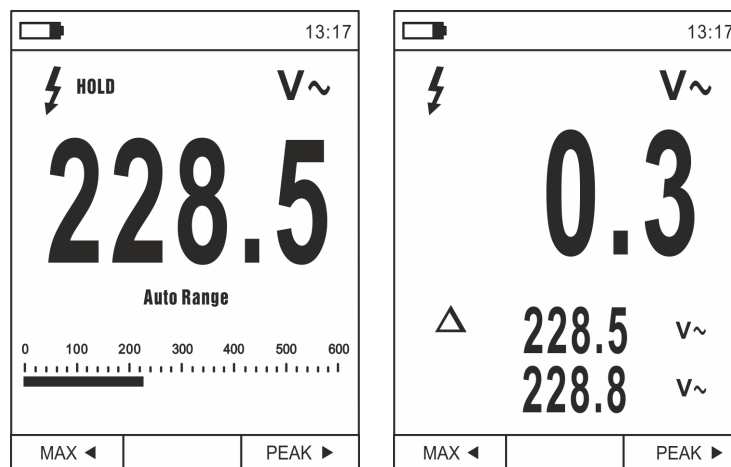

Abb. 8: Relative Messung
1. Drücken Sie die Taste **HOLD/REL** um in den relativen Messmodus einzutreten (siehe Abb. 8 – rechter Teil). Das Gerät stellt das Display auf Null und speichert den angegebenen Wert als Bezugswert. Alle folgenden Messungen werden auf diesen Wert bezogen. Das Symbol "Δ" erscheint im Display. Die Funktionen "MAX/MIN" und "PEAK" sind in diesem Betriebsmodus nicht aktiv.